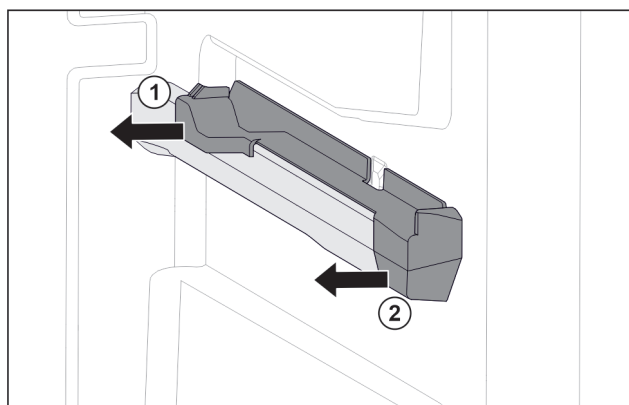

Fig. 216 Uzspaužamā daļa uz labās tvertnes ribas
- Novelciet aizmugurējo uzspaužamo daļu uz sāniem. Fig. 216 (1)
- Novelciet priekšējo uzspaužamo daļu uz sāniem. Fig. 216 (2)